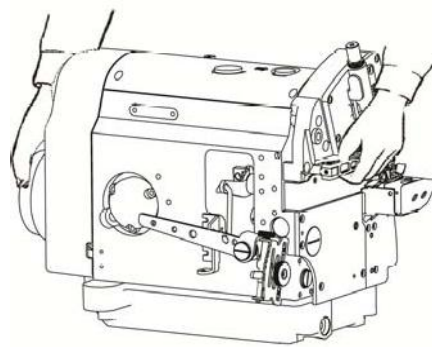

图 3
2. 移动缝纫机机头时，用右手抓住手轮及电机罩，左手垮在机头里，扎实牢固的搬起。（图3）